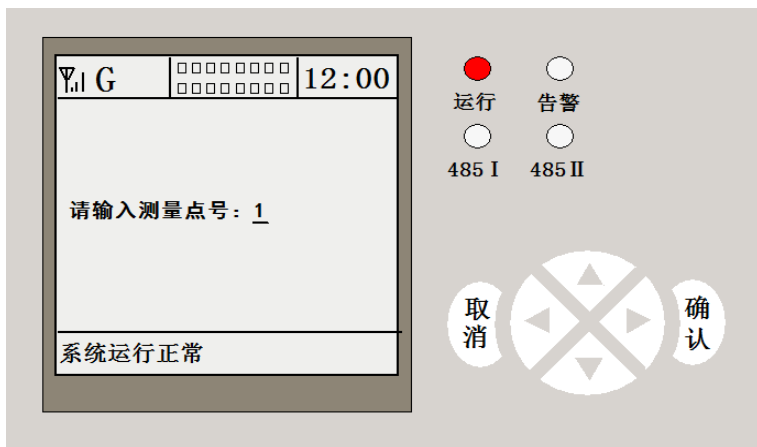
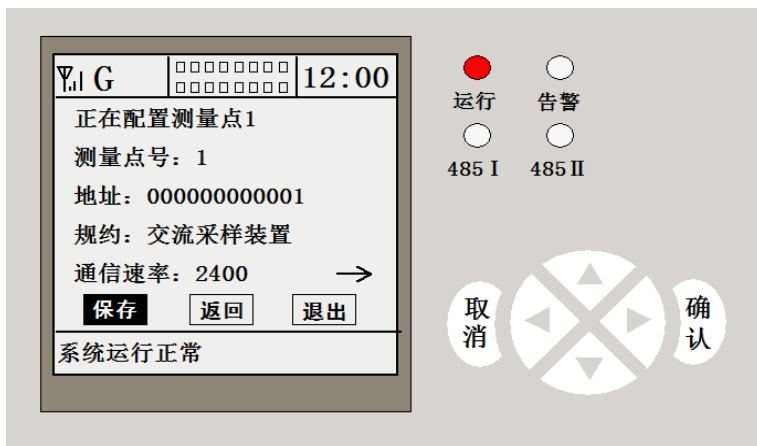

图 4 测量点的配置
图 5 测量点的配置
(1) 按确定键进入菜单，选择参数设置按确认进入，选择测量点的配置按确认进去配置界面（如图 4），输入配置的测量点号，然后按“确认”键进入电表测量点参数配置界面（如图 5），以下简要说明测量点主要参数配置方法：
① 测量点号：测量点 1 默认为本机，无需配置。用户配置电表需从测量点号 2 开始，注意每次配置的测量点号不可重复；
② 地址：输入所接电表的电表地址；
③ 通讯规约：输入所接电表的通讯规约，支持抄读 DL/T 645-1997 规约和 DL/T 645-2007 规约的电表；
④ 通讯速率：输入所接电表的通讯速率。一般 DL/T 645-1997 规约速率为 1200，DL/T 645-2007 规约速率为 2400
⑤ 其他通信参数如：通信端口号、接线方式、额定电压、最大电流、CT、PT 倍率、数据位、校验位，用户可根据电表属性设置；
(2) 注意：电表地址、通讯规约、通讯速率必须设置正确，否则无法抄读电表数据。配置两台以上电表时，配置完成一台必须先保存再配置下一个测量点。
(3) 测量点配置完成两分钟后可以返回上一级菜单进入测量点数据菜单查看电表实时数据；